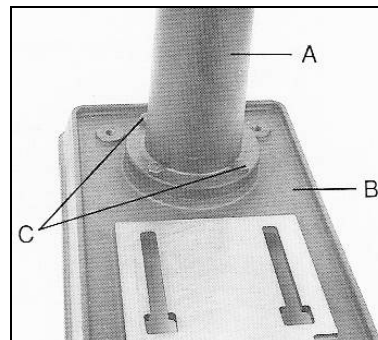

Fig 1
Fixer la colonne (A, Fig 1) au socle (B); bien serrer les 4 vis borgnes (C).